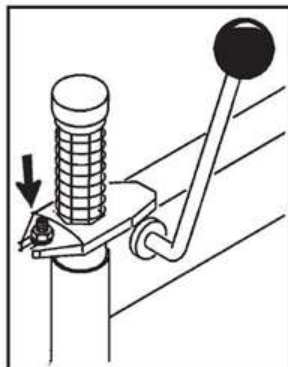

Fig. 5-4
- Si la tête de travail n'est pas verrouillée ou ne peut pas être maintenue à 2 mm au-dessus de la jante, régler la plaque de verrouillage du bras opérateur (fig. 5-4).